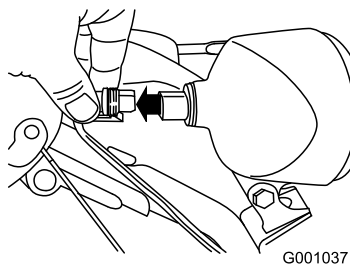

Bild 61
1. Nehmen Sie den Kabelanschluss hinten am Scheinwerfer ab (Bild 61).